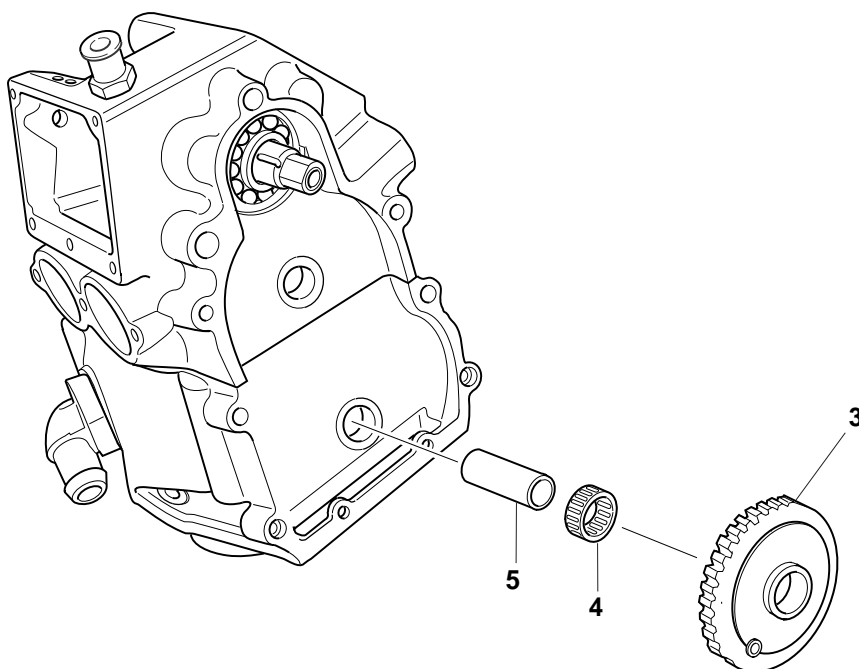

Fig.54
3. Posizionare l'ingranaggio "3" con relativa gabbia a rulli "4" e canotto "5" nella propria sede sul cilindro (Fig.54).
3. To place gear "3" with relative bearing at rollers "4" and steering tubes "5" in his seat on cylinder (Fig. 54).
3. Zahnrad "3" mit dem betreffenden Rollenkäfig "4" und Buchse "5" in seinen Sitz am Zylinder legen (Abb.54).
3. Placer l'engrenage "3" avec relative cage à rouleaux "4" et fourreau "5" dans le siège sur le cylindre (Fig.54).